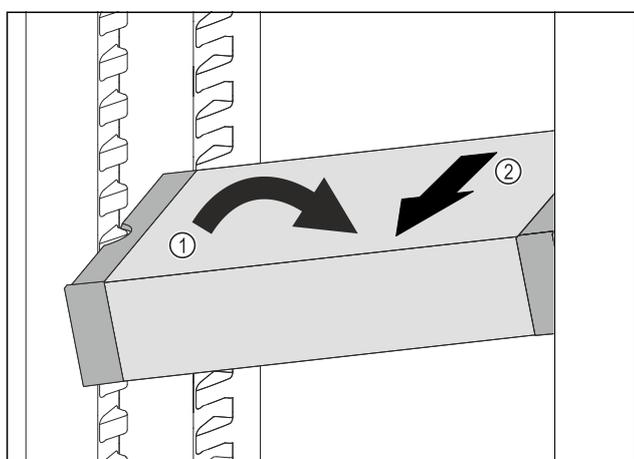

Fig. 83
- ▶ VarioSafe ustawić w chłodziarce pod skosem. Fig. 83 (1)
- ▶ VarioSafe wyjąć do przodu. Fig. 83 (2)